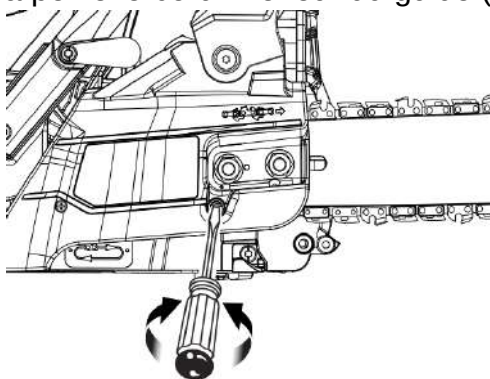

Fig. 11
3. Tournez la vis de tension (22a) jusqu'à ce que les points d'attache de la chaîne effleurent à peine le bord inférieur du guide (13) (Fig. 11, 12).